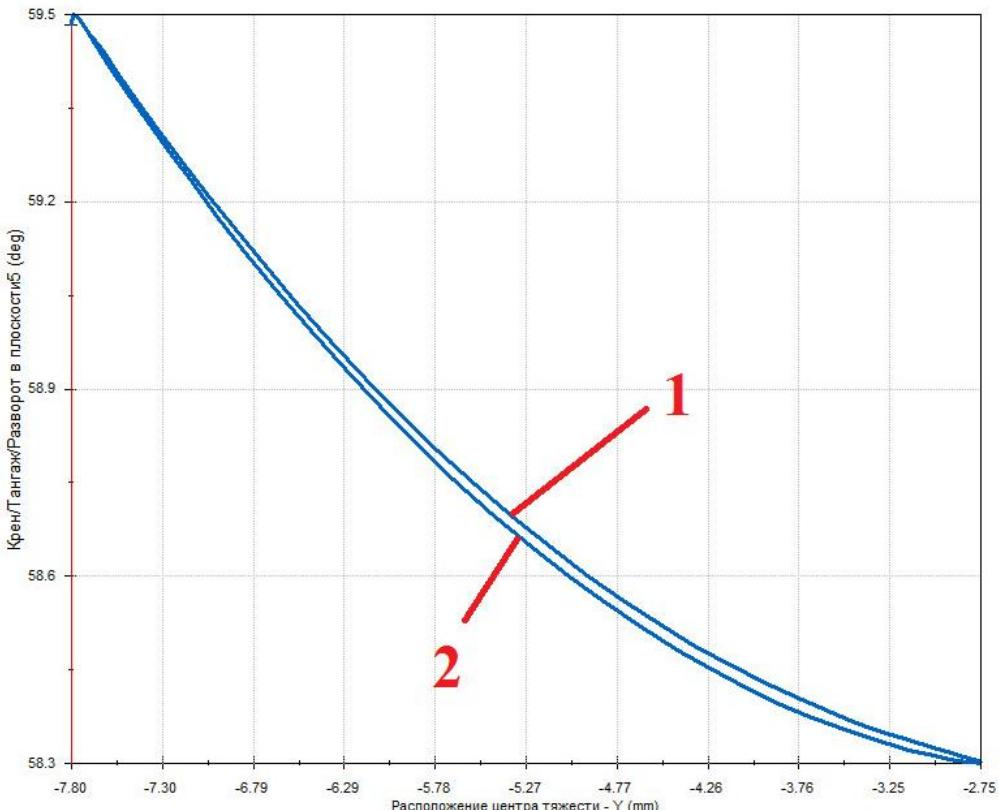

Рис. 10. Графічна залежність Toe angle від вертикального переміщення центра маси колеса.
- Перегляньте одержані епюри (рис. 10)
Порівняйте графічну залежність на рис.8 з графічною залежністю на рис. 10. Як виходить з аналізу рисунку 10, використання податливих втулок дозволило одержати більш точні результати (на рисунку є 2 лінії, які не зливаються). Дві лінії вказують на наявність деякого «просідання» втулок, що більш реалістично відображає поведінку реальної підвіски.